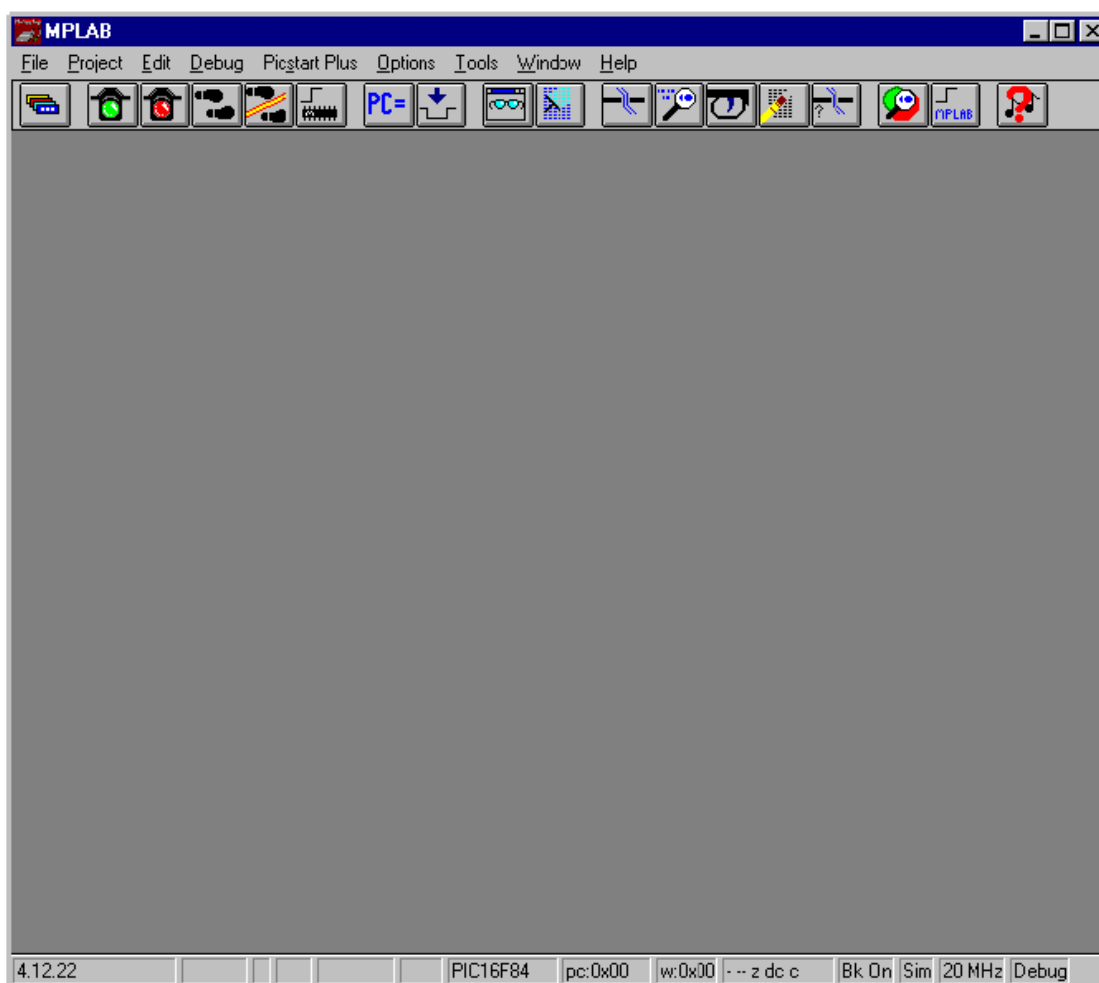

图 2-10: MPLAB-IDE 桌面
14. 安装完毕后，执行 MPLAB.EXE 或点击 MPLAB IDE 图标来启动 MPLAB IDE 集成开发环境。你将看到 MPLAB IDE 的桌面，见图 2-10 所示：